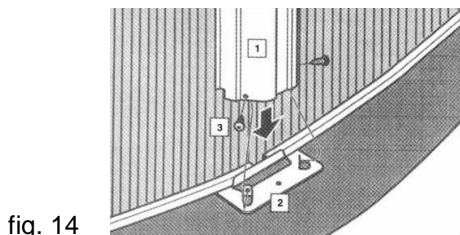

fig. 14
Allineare la parte inferiore di uno dei profili verticali (VER) (1), con le due piccole linguette delle placche T1 (2). Le linguette devono rimanere all'interno del profilo verticale, fig. 14.
Allineare gli orifici per collocare le viti TO2 (3), ad entrambi i lati del profilo verticale, assicurandosi che si fissano nei buchi delle linguette della placca T1 (2), (fig. 14).